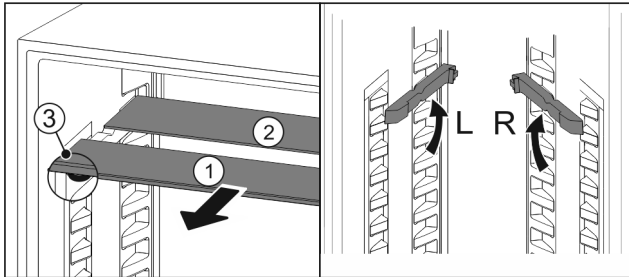

Fig. 94
- ▶ Glasplatten einzeln nach vorne herausziehen Fig. 94 (1).
- ▶ Glasplatte Fig. 94 (1) mit Zierleiste liegt vorne.
- ▶ Stopps Fig. 94 (3) zeigen nach unten.